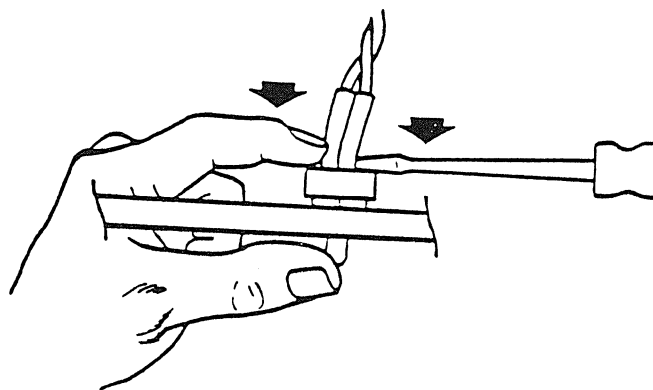

FIGURE 8
- b. Glisser la bague de retenue vers le bas des fils et l'installer autour de support de la LED. Pousser la bague de retenue en place avec un tournevis (figure 8).